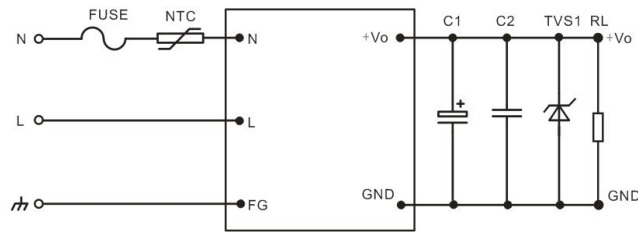
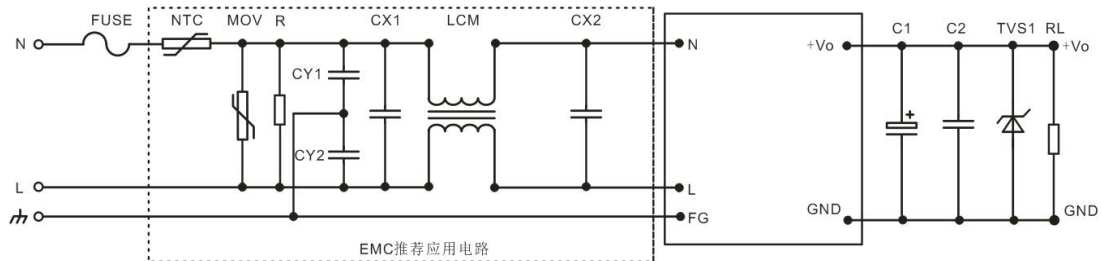

图 1
图 2
- 6、客户的一般应用，要求用图1推荐电路，如果有EMC需求，推荐客户用图2电路。图2具体推荐值如下：